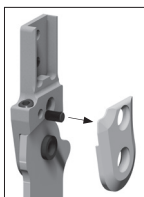

Abb. 20
2. Demontieren Sie die Deckplatte und treiben Sie den vormontierten Gewindegewindestift mit einem Splintentreiber aus (Abb. 20).